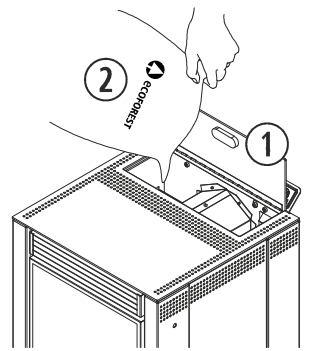

Figura 1
- 2.12. Para carregar o combustível no fogão, temos de abrir a tampa do funil de carga e esvaziar o saco de combustível com cuidado para evitar transbordamento de combustível, consulte a figura 1 (Dubai). No